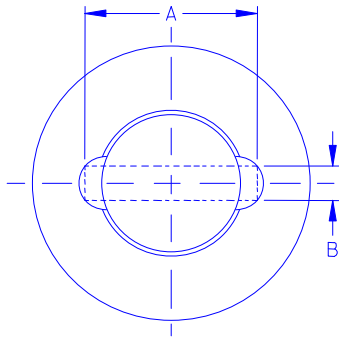

Figure 3:
- **Clapets monobloc seulement:** L'étape suivante consiste à enlever l'élément de retenue du corps de clapet. Avant d'essayer d'enlever l'élément de retenue du corps, serrez bien le clapet. Vous trouverez, à la Figure 3, les cotes à utiliser pour fabriquer un outil d'extraction de l'élément de retenue à partir d'un morceau d'acier plat.